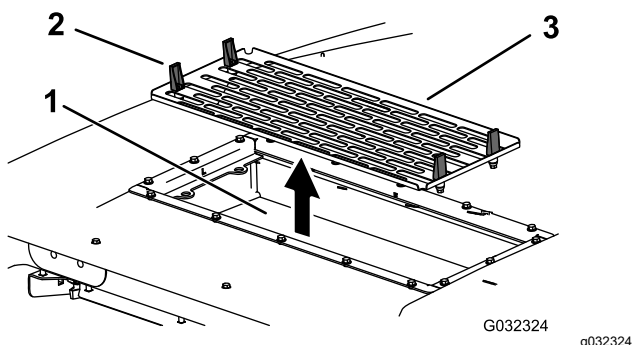

**Figura 100**
6. Installate i filtri dell'aria, la griglia e il gruppo ventola (Figura 98, Figura 100 e Figura 101).
7. Collegate il filo per ciascuna ventola (Figura 100).